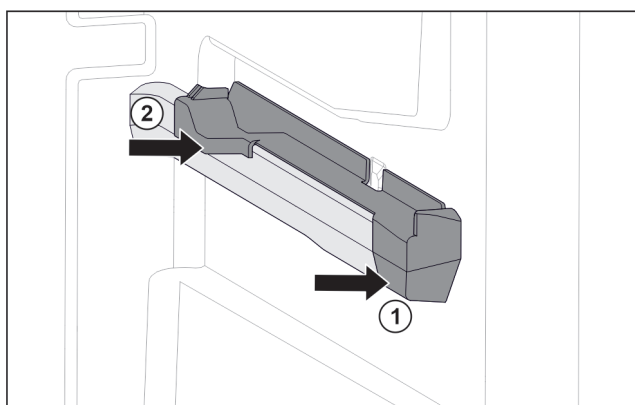

Fig. 103 Felhúzható elem a jobb oldali tartóbordán
- ▶ A felhúzható elemet elől tegye fel a tartóbordára. Fig. 103 (1)
- ▶ Hátul nyomja meg a felhúzható elemet. Fig. 103 (2)